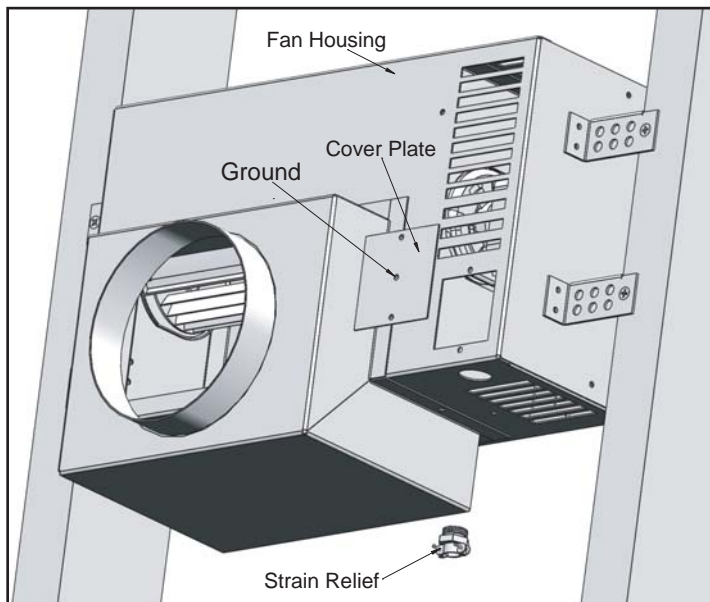

Figure 8 : Le filage du ventilateur.
6. Filez le ventilateur (référez-vous à la figure 8)